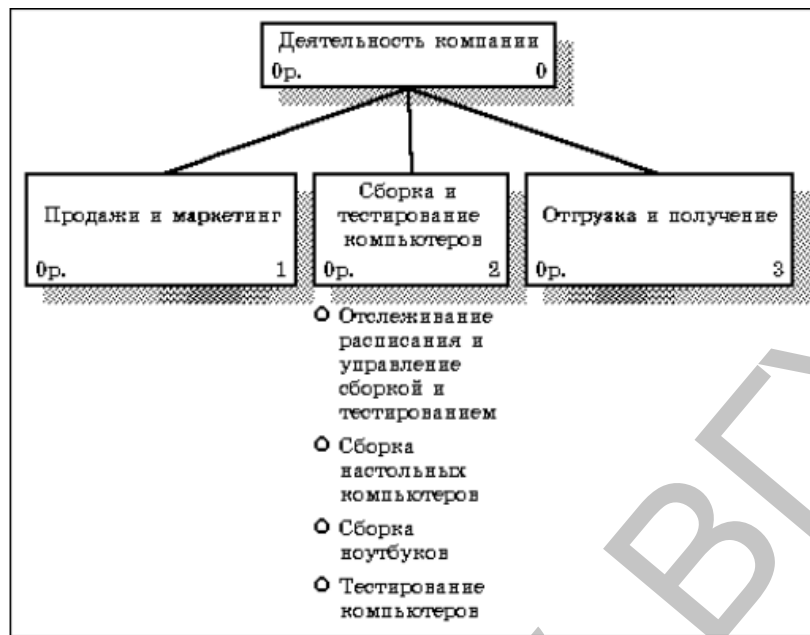

Рис. 4. Диаграмма дерева узлов
4. Щелкните по кнопке **Finish**. В результате будет создана диаграмма дерева узлов (**Node tree Diagram**) (рис. 4).